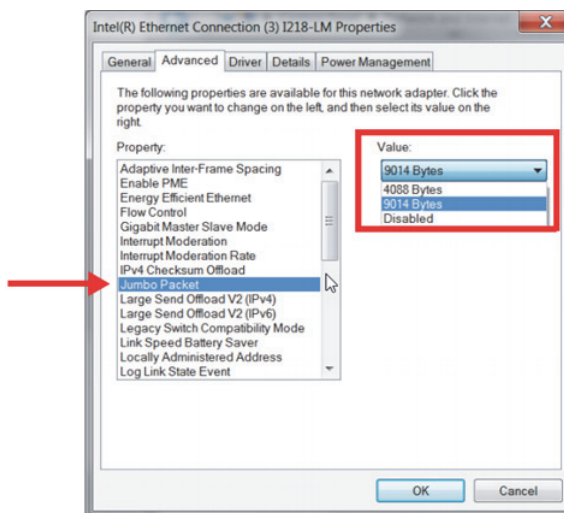

Рис. 7-2 Настройки Jumbo Packet
- Во вкладке **Advanced** в разделе **Properties** выберите **Jumbo Packet** или **Jumbo Frames**, а затем в разделе **Value** измените значение на **9014 байт** (Рис. 7-2 на стр. 81).